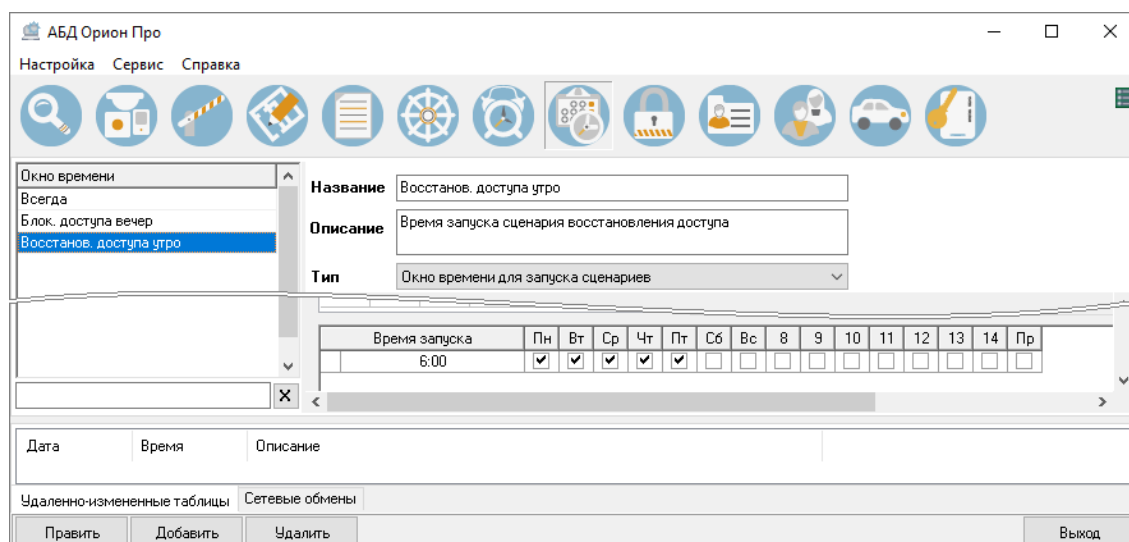

Рисунок 6-644 Окно времени для сценария восстановления доступа
- для сценария восстановления доступа – время, когда должен быть восстановлен доступ (см. Рисунок 6-644).